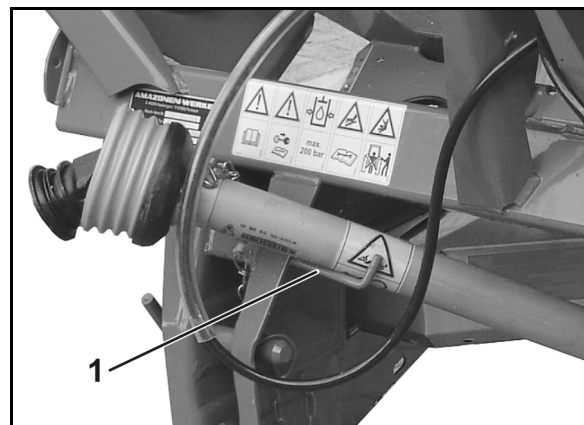

Fig. 34
5. Depuneți arborele cardanic decuplat în suportul prevăzut (Fig. 34/1).